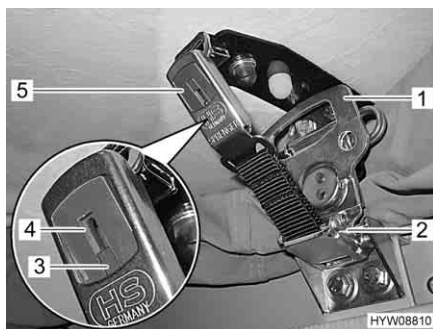

Fig. 23 Bloccaggio del tetto a soffietto
- Spingere il cursore rosso (Fig. 23,3) verso l'alto premendo sui due lati, quindi premere sulla linguetta grigia (Fig. 23,4). La serratura a scatto (Fig. 23,5) si apre.
- Eseguire mezza rotazione in senso antiorario sui due lati della maniglia (Fig. 23,1) della serratura rapida (Fig. 23,2). Il bloccaggio si sblocca. Il tetto a soffietto si sposta di un pezzo in alto e rimane in questa posizione.